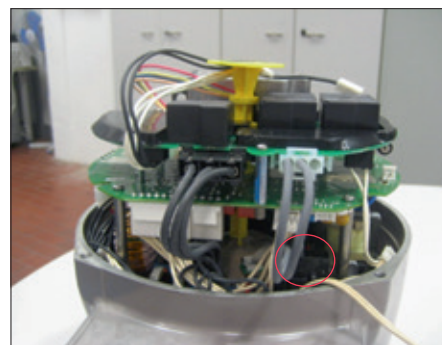

Figuur 44
- Sluit de 8-pins verbindingkabel, de zwarte 4-pins verbindingkabel en de witte 4-pins verbindingkabel weer aan (Figuur 44).